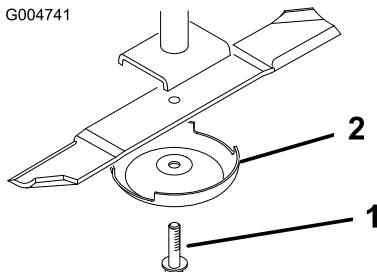

Figure 89
3. Enlevez le boulon, la coupelle de protection et la lame de l'axe de pivot (Figure 89).